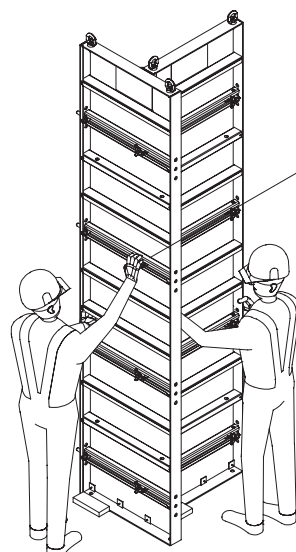

Fig. B1.04
5. Infilare i tenditori asolati (2.1) nel telaio per pilastri e nel pannello di rivestimento, quindi serrare bene la piastra di arresto (2.2) con il martello o con la chiave LICO per piastra di arresto. (Fig. B1.04 + B1.04a)